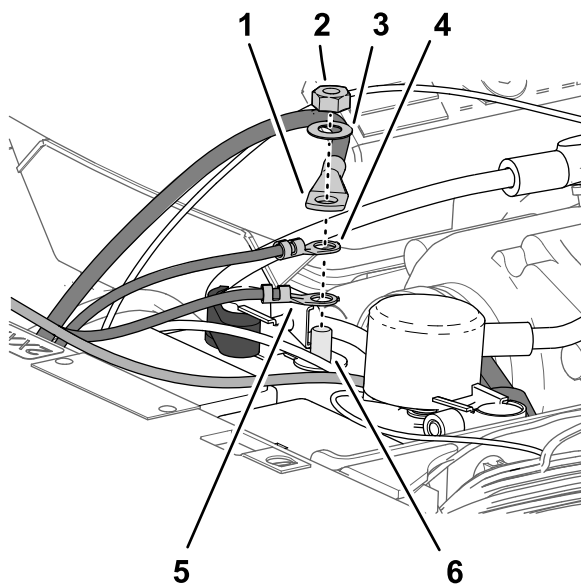

Figura 212
5. Monte os seguintes terminais do fio e cabo nos postes roscados do terminal negativo da bateria (**Figura 212**) na ordem seguinte: